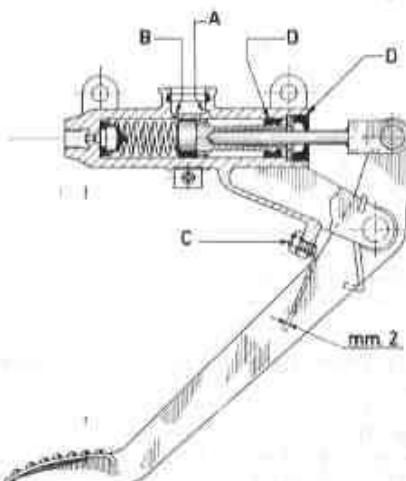

Fig. 48 - Pompa comando freno idraulico
- Estrarre dal corpo il pistone, la molla e la valvola di mandata dell'olio; per far ciò, basta premere dall'esterno sul pistone in modo da poter smontare con un cacciavite l'anello sul corpo pompa e la relativa rondella dopo aver tolto l'anello di tenuta «D», dopodiché, rilasciando gradualmente la pressione, il pistone sarà espulso dal cilindro per azione della molla centrale (ved. fig. 48).
5) Per un corretto funzionamento il pedale deve avere un leggero gioco sull'azionamento del pistone della pompa; per ottenere il gioco voluto agire sulla apposita vite «*c*» (ved. fig. 48).